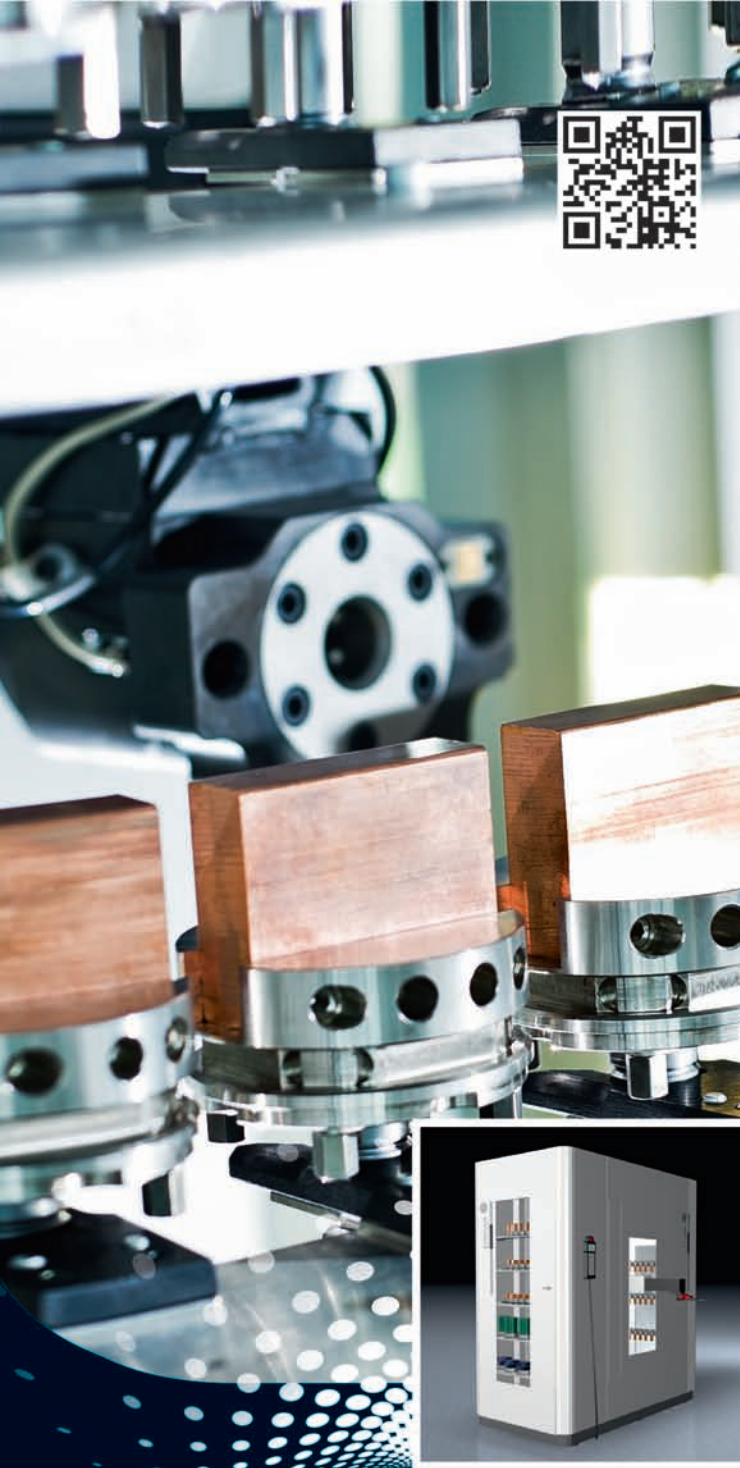
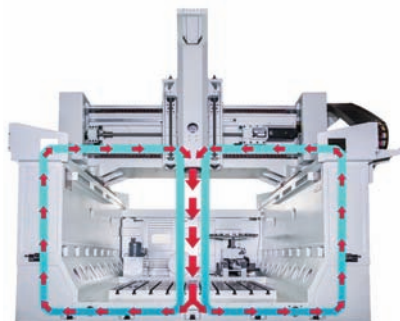

图11 亚太菁英G系列外观
图12 亚太菁英G系列整体式U形床身结构
(4) 亚太菁英G系列（见图11）。亚太菁英针对汽车产业模具、检具快速成形的需求，提供了两种解决方案：GM系列与G系列。G系列采用整体式U形床身结构（见图12），拥有最短力流结构刚性与最小的占地面积，为寸土寸金的厂房提供最高水平的单位面积生产效率。GM系列与G系列的架构皆为工作台固定，三轴高架移动的天车式结构，机床性能不受模具、工件的大小、重量